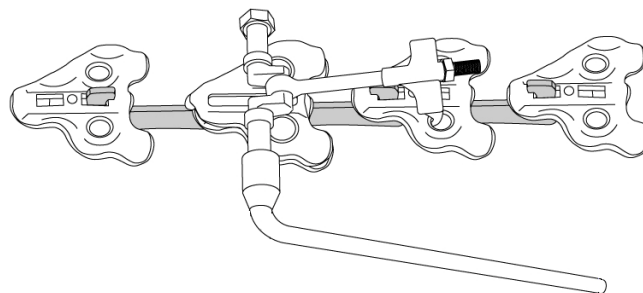

Fig. 6
Lehnen Sie den Schraubenschlüssel (E) an die Presse (D) (Fig. 6).